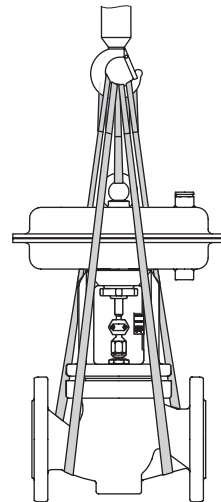

Fig. 5: Pikat e ngritjes në valvulën e kontrollit (shembull)
- Sigurohuni që rripi shtesë midis vrimës së ngritjes dhe pajisjes mbajtëse (çengel, çikrik, etj.) nuk mban ngarkesë kur ngrini valvula kontrolli më të mëdha se DN 150 me aktuatorin të montuar tashmë. Rripi mbron vetëm valvulën e kontrollit nga animi ndërsa montohet. Para se ta ngrini valvulën e kontrollit, shtrëngoni rripin. Rripat e lidhur në trupin e valvulës duhet ta mbajnë të gjithë ngarkesën (shiko Fig. 5).